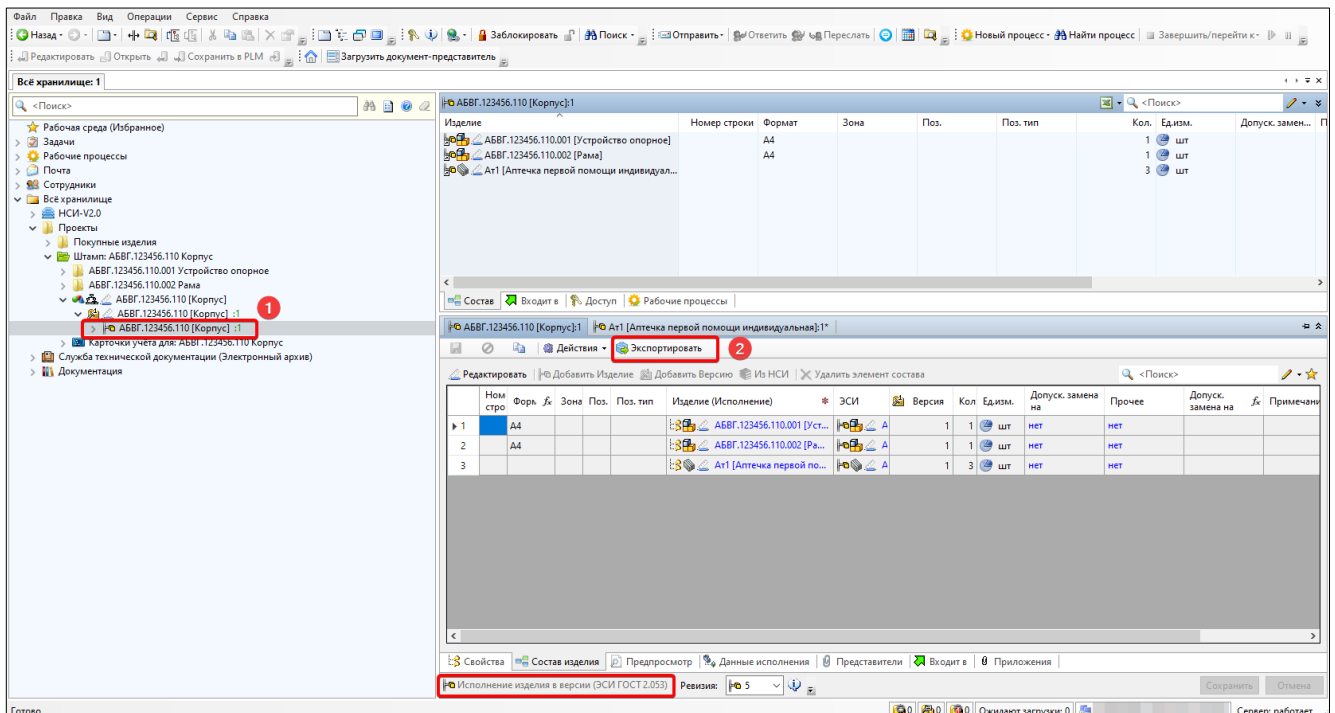

Рисунок 2 – Вид команды «Экспортировать»
2. В карте данных нажмите кнопку «Экспортировать» (рисунок 2).